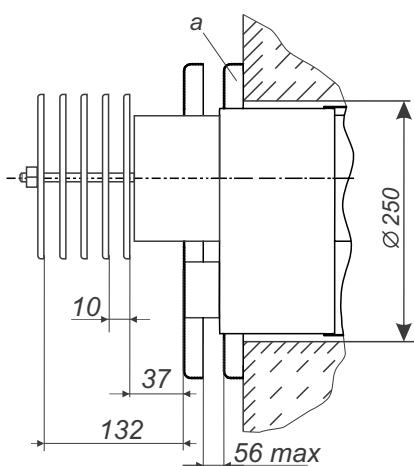

Рис. 3. Встановлення дисків димоповітряного блоку для апаратів потужністю 10-15 кВт
1 - входний патрубок підведення води в другий контур; 2 - газовий контур; 3 - термоклапан; 4 - стаканчик для установки балона терморегулятора; 5 - датчик первірки; 6 - вихідний патрубок другого контуру; 7 - патрубок підключення газу; 8 - димолової вітринний блок (докладніше рис. 3, 5, 5а); 9 - патрубок відводу води в систему опалення; 10 - місце установки ТЕНА (TEN в комплектацію апарату не входить); 11 - патрубок подачі води з системи опалення; 12 - оптическе вікно; 13 - запальник; 14 - основний пальник
6.3.1. В зовнішній стіні будинку, згідно з рис. 2, пробити горизонтальний канал діаметром 190 мм для апаратів потужністю 5-7 кВт, 250 мм для апаратів потужністю 10-15 кВт (рис. 3; 5). При цьому необхідно враховувати, що для забезпечення установки та зняття апарату, а також для зняття та установки газопальникового пристрою перед фронтом апарату на відстані **не менше 1м від стіни** не повинно бути ніяких будівельних елементів або стаціонарно встановленого обладнання.
Для апаратів потужністю 10-15 кВт на виступаючий газохід зовнішній установити набір дисків. Закріпити диск "а" до зовнішньої стіни і відрегулювати їх (рис. 3).